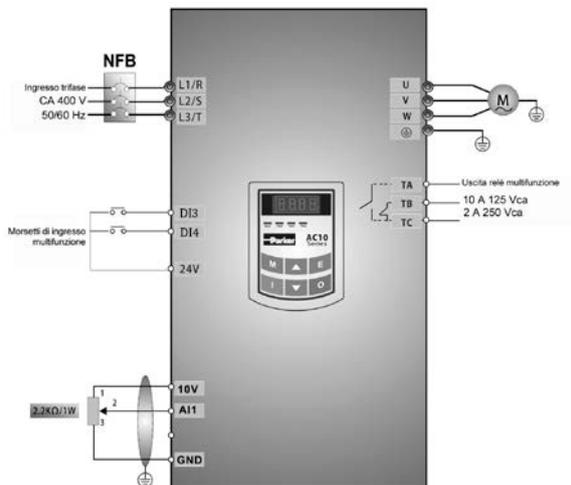

Figura 4-3 Diagramma di cablaggio 3
(1) Collegare i cavi come indicato nella Figura 4-3. Dopo avere controllato i cablaggi, attivare l'interruttore dell'aria e accendere l'inverter. Nota: è possibile adottare un potenziometro 2 K~5 K per impostare i segnali analogici esterni. Nel caso di requisiti di precisione maggiori, adottare un potenziometro multispira di precisione e cavi schermati per il collegamento, con l'estremità dello strato di schermatura collegato a terra in modo affidabile.